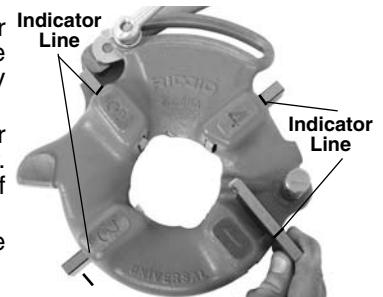

Figure 3 – Inserting Dies
4. Lift tongue of washer out of slot in size bar. Move washer to end of slot (Figure 3).
6. Insert appropriate dies into the die head, numbered edge up until the indicator line is flush with the edge of the die head (see Figure 3). Numbers on the dies must correspond with those on the die head slots. Always change dies as sets – do not mix dies from different sets.
4. Levez la languette de la rondelle pour la déloger de la barre graduée et l'amener jusqu'à l'extrémité du logement (Figure 3).
6. Insérez les filières appropriées (chiffre en haut) en les enfonçant jusqu'à ce que leur repère arrive à fleur du rebord de la tête (Figure 3). Les chiffres des filières doivent correspondre à ceux des logements correspondants de la tête de filière. Remplacez systématiquement le jeu de filières au complet. Ne mélangez pas les filières issues de différents jeux.